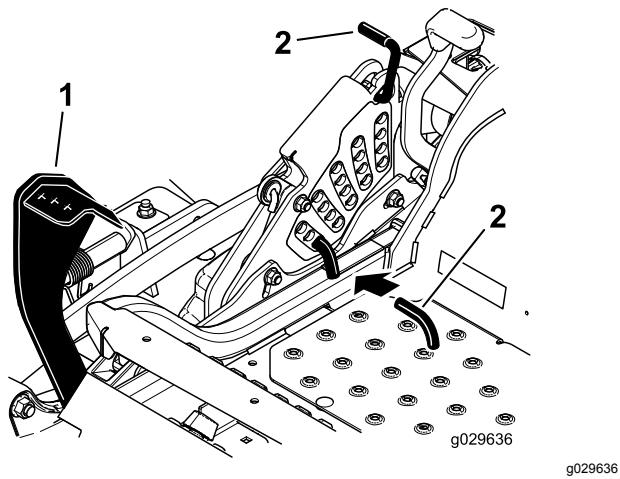

Figura 27
- Pise el pedal de elevación de la carcasa y eleve la carcasa a la posición de transporte (que es también la posición de altura de corte de 140 mm - 5½") (Figura 27).
- Para ajustar la altura de corte, gire el pasador 90 grados y retire el pasador del soporte de altura de corte (Figura 27).
- Seleccione el taladro del soporte de altura de corte que corresponde a la altura de corte deseada, e inserte el pasador (Figura 27).